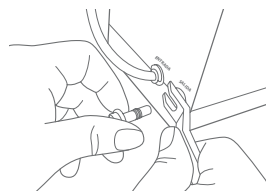

Figura 12.
b. Retira el tapón jalando el mismo hacia ti, manteniendo fuertemente presionado el collar del conector rápido. (Ver Figura 12).